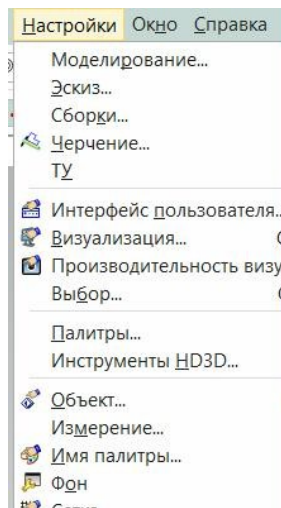

рис.98
- Все *легкие* настройки сосредоточены в падающем меню **Настройки** (рис.98).